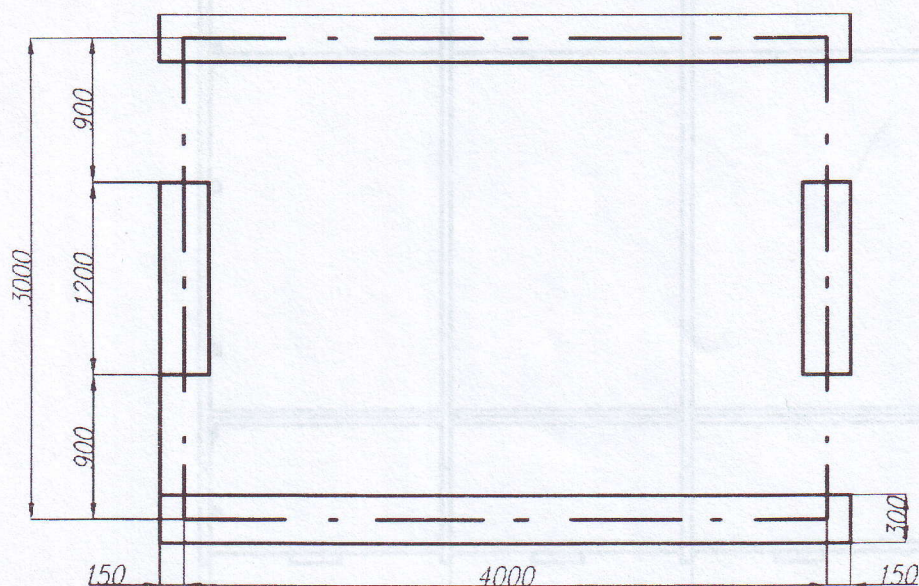
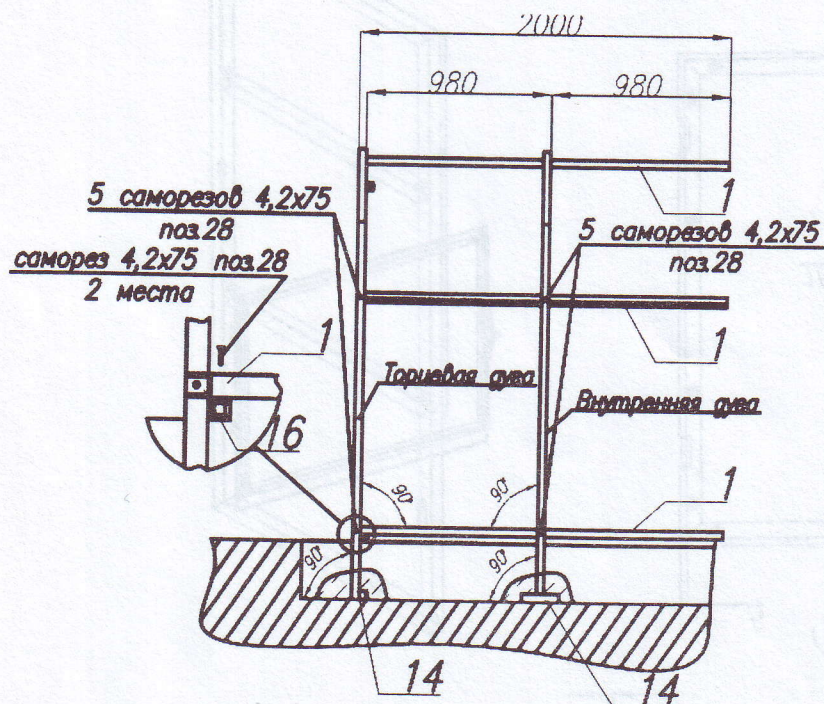

Рис.4
Рис.18
3.4. На выбранном для установки теплицы месте сделайте планировку и разметку площадки в соответствии с рис.4. Проверьте шнуром или рулеткой равенство диагоналей площадки. Выкопайте на глубину 30 см траншеи для размещения анкерных элементов каркаса согласно тому же рисунку.
3.22. Установите в траншее подготовленной площадки (рис.4) торцевую дугу (рис.18). Выровняйте дугу в вертикальной и в горизонтальной плоскости путем подсыпки грунта или углубления траншеи. Зафиксируйте дугу, засыпьте и утрамбуйте землю.
3.23. Возьмите любую внутреннюю дугу, установите ее в траншее согласно рис.18. Выровняйте ее и зафиксируйте грунтом. Возьмите пять соединителей дуг 1, вставьте внутрь их профилей с одной стороны усилительные элементы 16 и прикрепите соединители к дугам каркаса и к нижней стяжке торцевой дуги согласно рис.18-19.